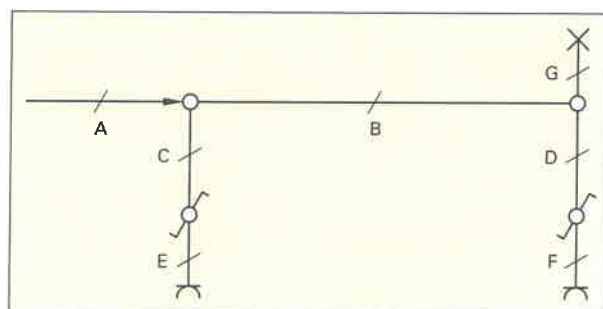

Bild 2: Übersichtsschaltplan einer Wechselschaltung
6. Tragen Sie in der **Tabelle** die Aderzahlen der Leitungsabschnitte A bis G (**Bild 2**) ein. Beachten Sie, dass die Schaltung a) als Wechselschaltung und b) als Sparwechselschaltung ausgeführt werden soll. Vergleichen Sie abschließend die Aderzahlen beider Schaltungen.